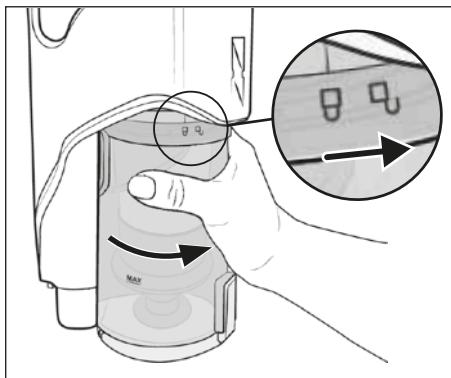

Fig. 23
- 8) Remettez le bac à poussière 7 dans l'appareil et tournez-le dans le sens du symbole ⚡ (fermer) jusqu'à ce qu'il soit bien en place dans l'appareil (voir figure 23).